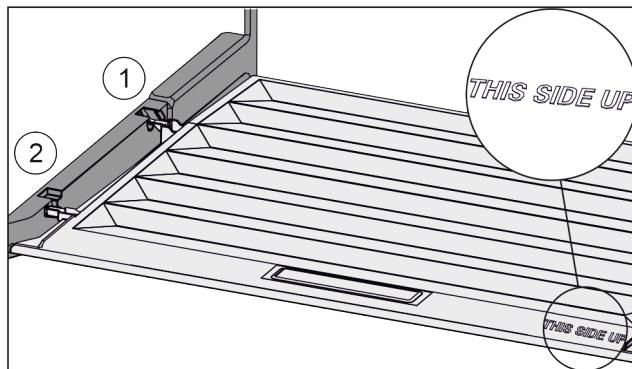

Fig. 34
- ▶ Ramiona pokrywy wprowadzić ponad otworem tylnego uchwyty Fig. 34 (1) i zazębnić z przodu w uchwycie Fig. 34 (2).